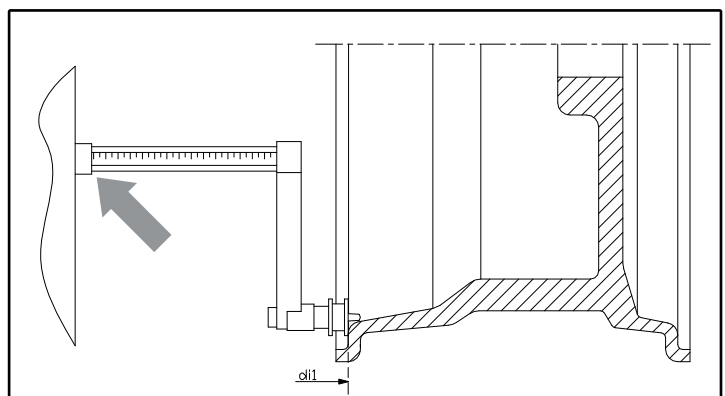

Abb. 6: Inneren Abstand im Programm ALS1 messen
2. Wenn das ausgewählte Programm ALS1 ist, ziehen Sie den Abstandssensor heraus, ohne ihn zu verwinden. Platzieren Sie ihn auf dem Rad, wie in Abbildung 6 gezeigt.